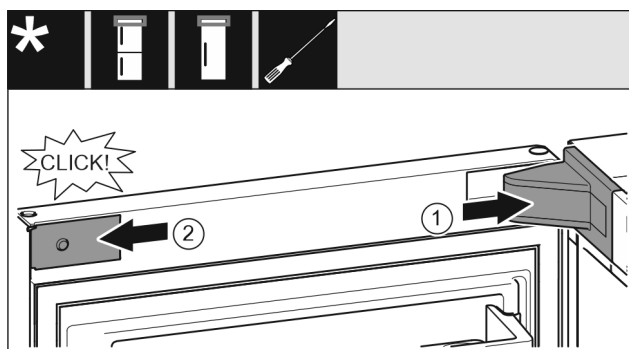

Fig. 20
- ▶ Крышку опорного кронштейна установите и зафиксируйте, при необходимости осторожно разожмите. Fig. 20 (1)
- ▶ Установите накладку сбоку и зафиксируйте. Fig. 20 (2)